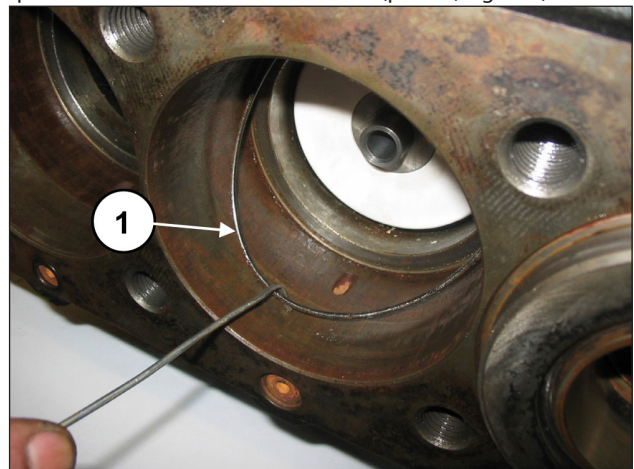

Fig. 155
Extraer la junta tórica del fondo del soporte de la junta si se queda dentro del cárter de la bomba (pos. ①, Fig. 155).